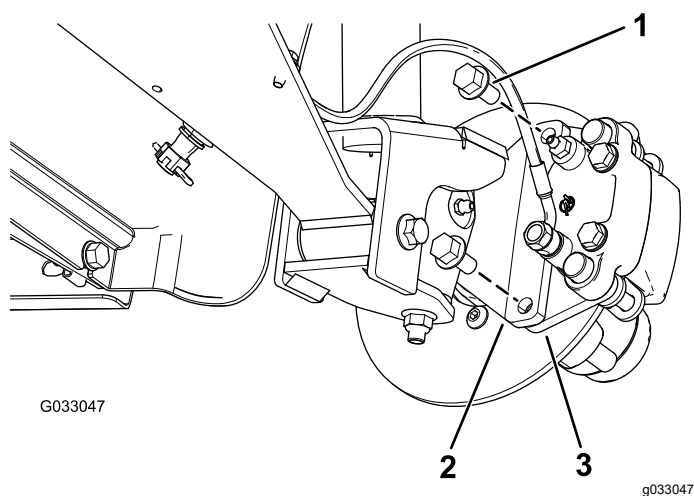
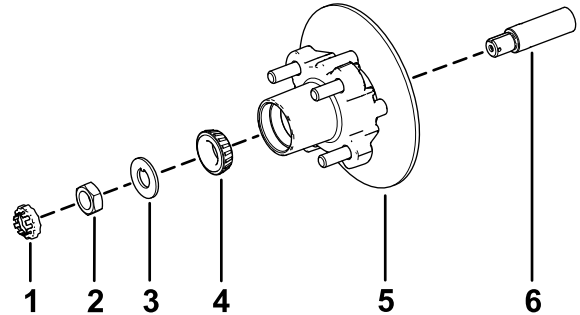

Figura 32
Figura 36
3. Retire los pernos con arandela prensada ($\frac{3}{8}$ " x $\frac{3}{4}$ ") que sujetan el soporte del conjunto de freno al eje y separe el freno del eje (Figura 32).
1. Aplique una ligera capa de grasa del tipo especificado en el eje (Figura 36).
2. Monte el cubo y el rotor en el eje con el rotor hacia dentro (Figura 36).
3. Monte el cojinete exterior en la mangueta y acople el cojinete al anillo de rodadura exterior (Figura 36).
4. Monte la arandela con pestaña en la mangueta (Figura 36).
5. Enrosque la tuerca en el eje y apriete la tuerca a 15 N·m (11 pulgadas-libra), girando el cubo para asentar el cojinete (Figura 36).
2. Alinee las pastillas de freno en cada lado del rotor (Figura 32), y alinee los orificios del soporte de la pinza con los orificios de montaje del freno de la mangueta (Figura 36).
3. Sujete el soporte de la pinza a la mangueta (Figura 32) usando los 2 pernos con arandela prensada ($\frac{3}{8}$ " x $\frac{3}{4}$ ").